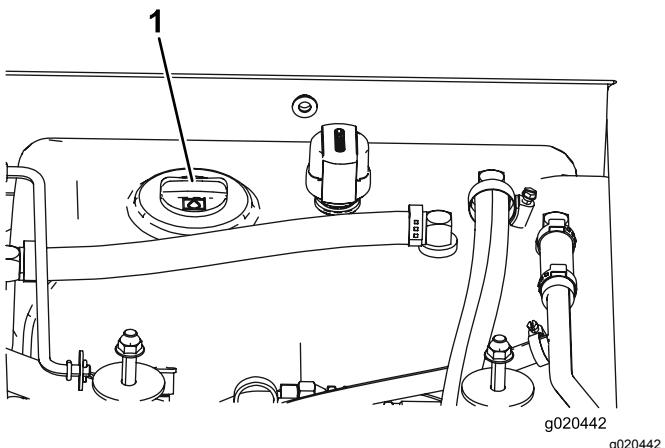

Bild 14
3. Reinigen Sie den Bereich um den Füllstutzen und den Deckel des Hydraulikbehälters (Bild 14). Drehen Sie den Deckel vom Einfüllstutzen ab.